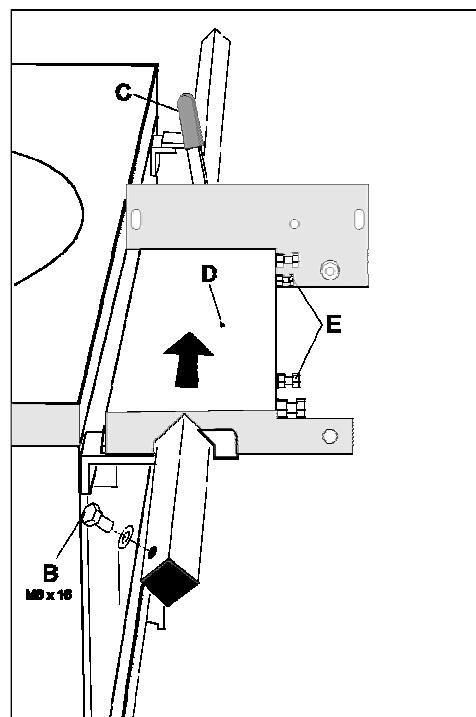

Fig. 3b
- Fjern stoppskruen **B** i enden av styreskinnen og før rulleanlegget inn på styreskinnen. Fest stoppskruen **B** igjen Fig. 3b.
- Det vil normalt ikke være nødvendig å justere kulelagrene på rulleanlegget, men ved behov løses skruene for lagrene i underkant av anlegget og justeres med skruene **E** fig. 3b slik at rulleanlegget løper lett uten slingring. Trekk til kontramutterne og skruene for lagrene etter justeringen.